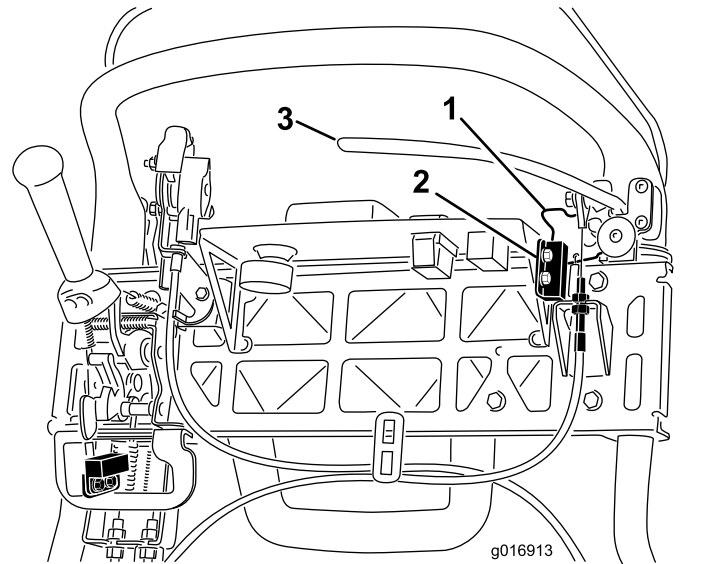

Figura 45
- Afloje y retire las fijaciones de montaje del interruptor de seguridad (Figura 45).
- Coloque un suplemento de 1,6 mm de grosor entre el seguro del freno de estacionamiento y el interruptor de seguridad (Figura 45).
4. Para aumentar la tensión del cable, afloje la contratuerca superior del cable y apriete la contratuerca inferior (Figura 45) hasta que se requiera una fuerza de 156 N aplicada a la palanca de freno para quitar el seguro del freno de estacionamiento.